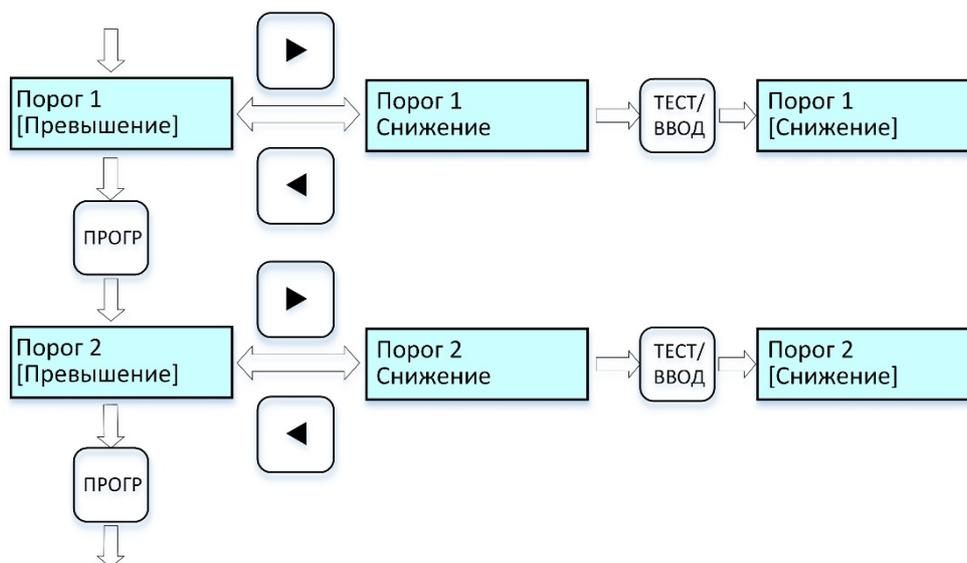

Рисунок 14 – Циклограмма выводимых сообщений на дисплей при настройке режима срабатывания порогов
2.4.3.18 Для *настройки режимов срабатывания порогов 1 и 2* выполнить процедуры по циклограмме *рис. 14*: